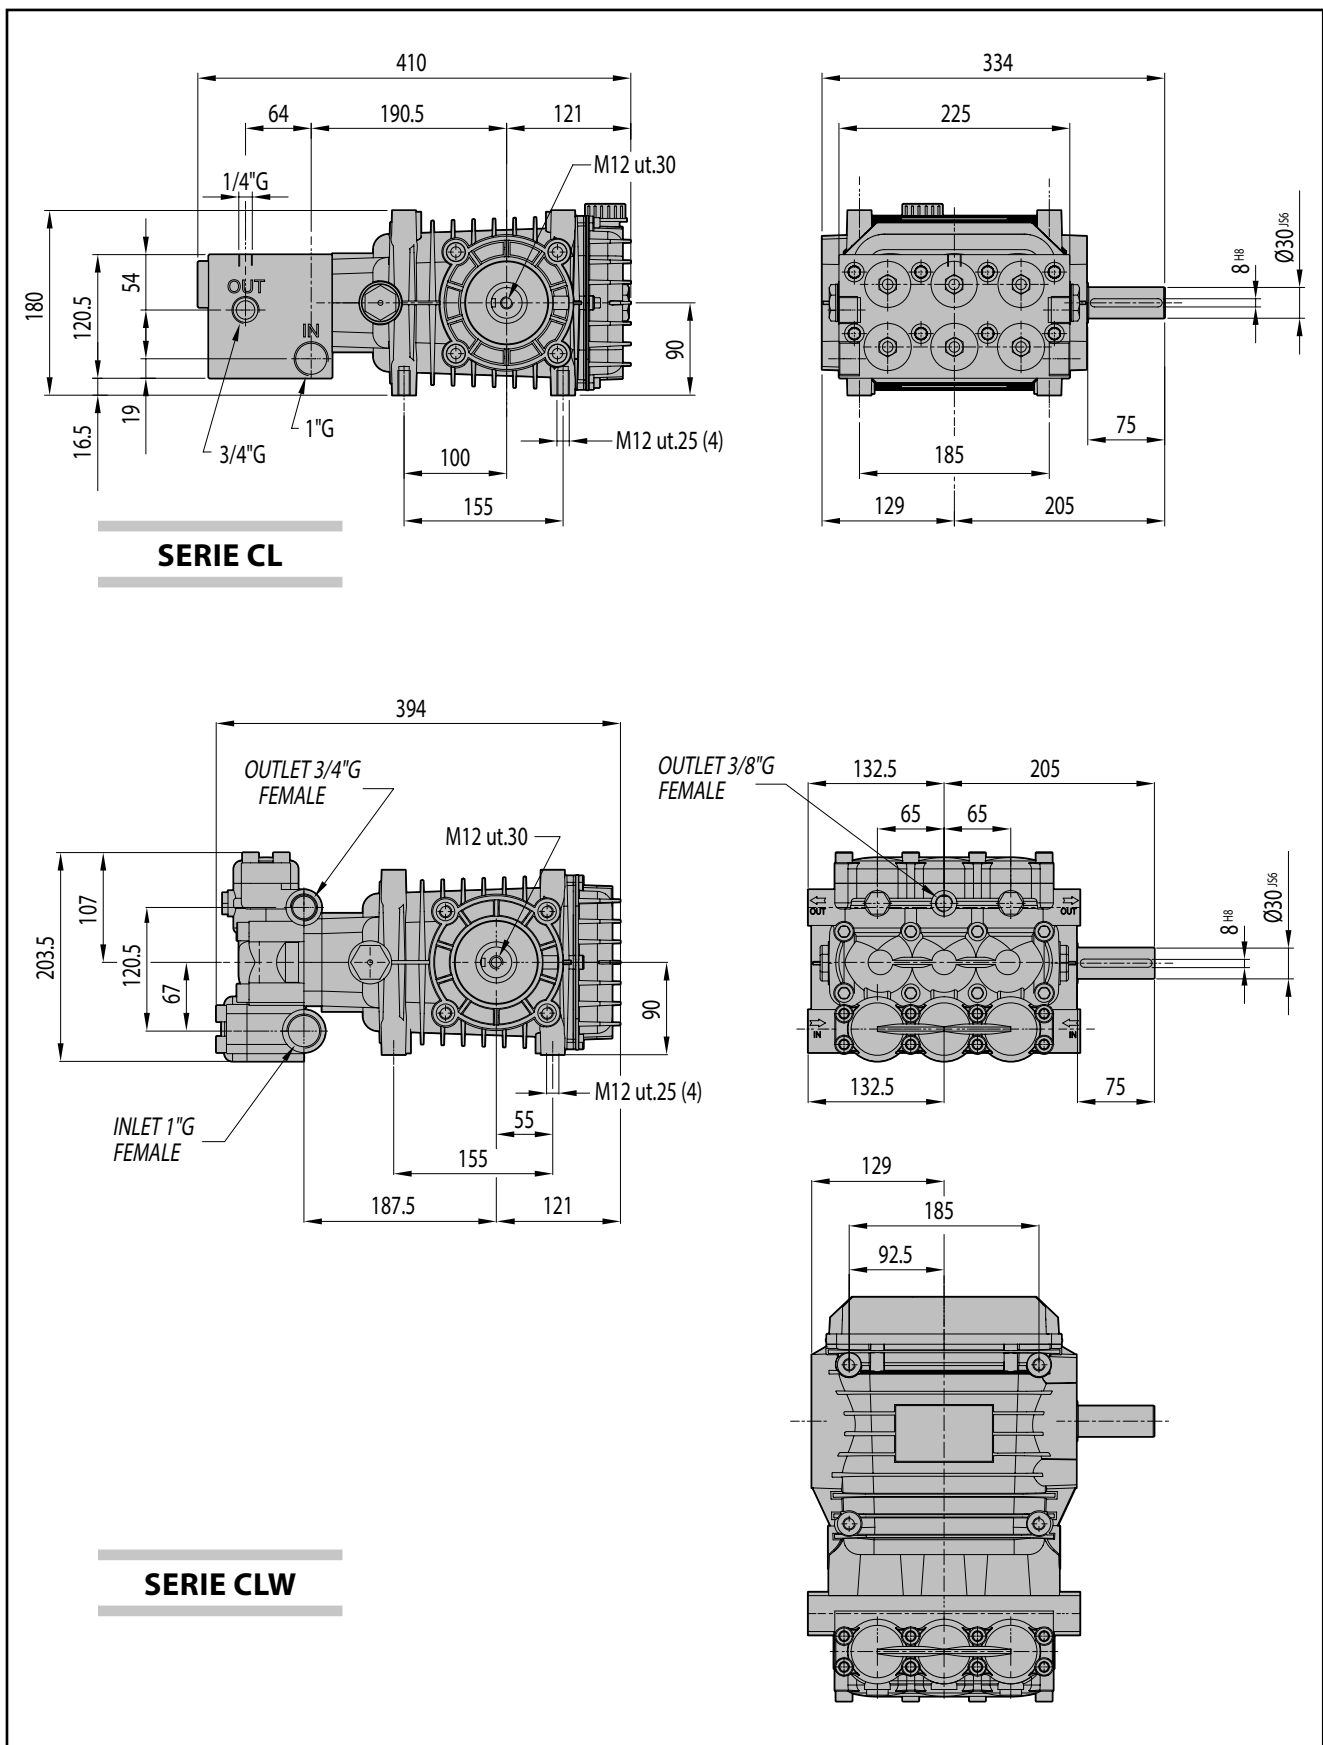

Fig. 1
- La pompa deve essere fissata in modo stabile. Il basamento d'appoggio deve essere piano e sufficientemente rigido onde evitare disallineamenti tra pompa e motore e vibrazioni in fase di lavoro. Per il fissaggio utilizzare le quattro borchie d'appoggio presenti nel carter pompa, per le dimensioni fare riferimento alla Fig. 1.
Per le dimensioni principali, si faccia riferimento alla Fig. 1.